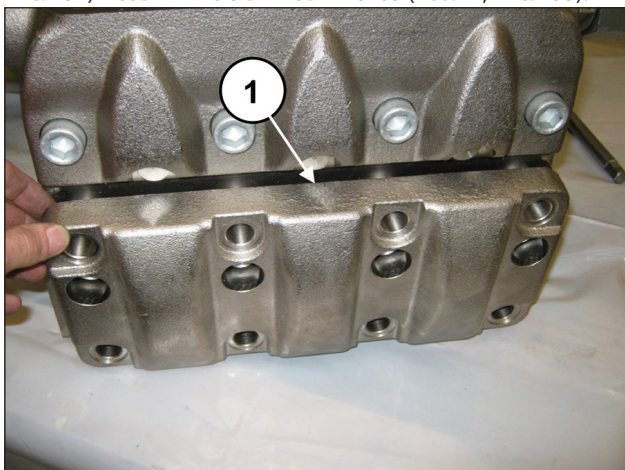
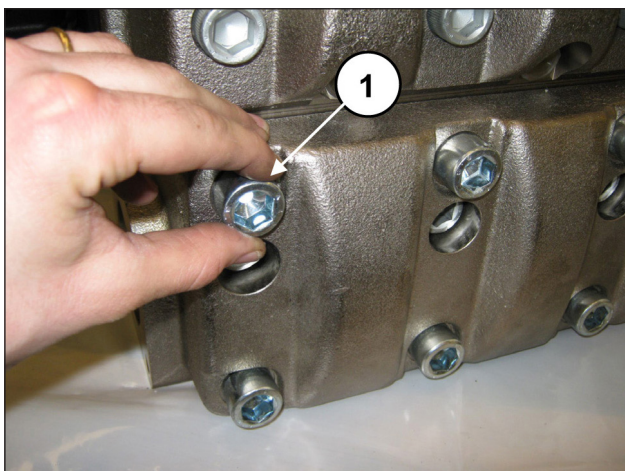

Рис. 154
Рис. 155
После завершения монтажа всасывающих клапанных узлов установите крышку всасывающих клапанов (поз. ①, Рис. 154) и закрутите 8 винтов M18x65 (поз. ①, Рис. 155).